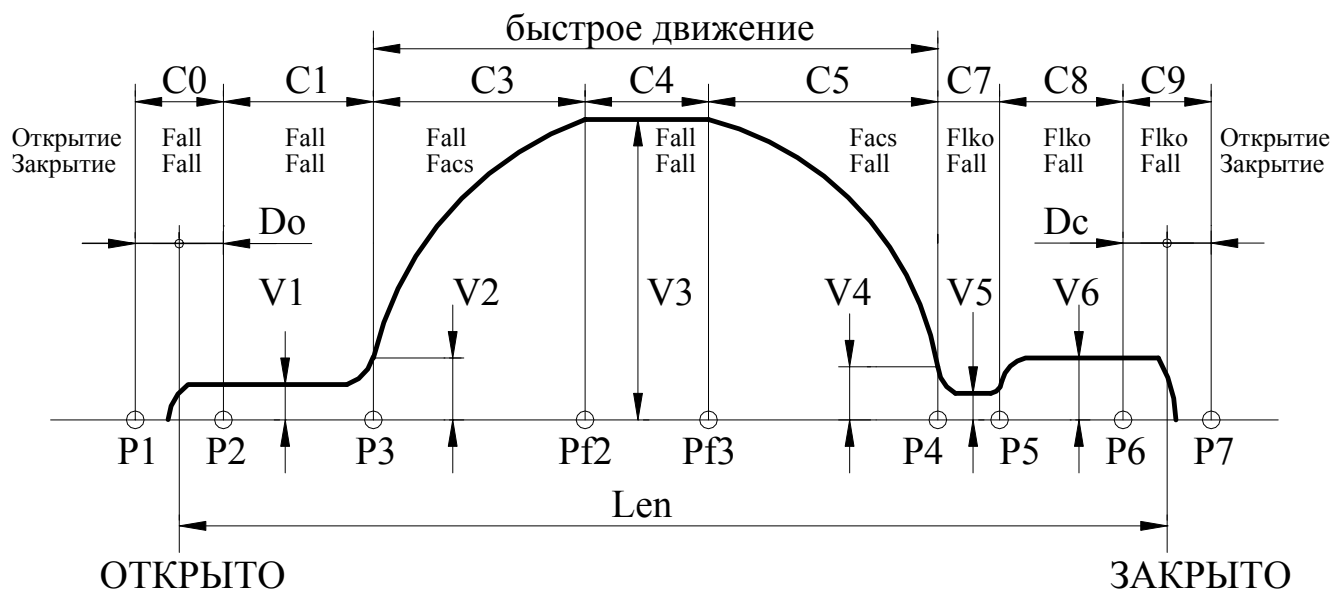

Рис.5. Траектория движения.
3.8.3.3. Для осуществления измерения проема нужно сначала подать команду КИП (1) или записать ноль в ячейку $Len=tP.21$. После этого необходимо подать команду ОД (1). При **полном открытии**, когда *Устройство* определило наличие упора в зоне С0 (см. **рис.5**), произойдет синхронизация *Устройства* на 0 и будет выдан сигнал ВКО (1), а также – сигнал ИП (1). После этого нужно подать команду ЗД (1). При получении упора при закрытии будет выдан сигнал ВКЗ (1) и снят сигнал ИП (0). *Устройство* сравнит полученное значение длины проема с минимальным и максимальным значением и, если оно будет находиться в допустимых пределах, произойдет запись полученного значения в память, в противном случае записи полученного значения в память не произойдет.
3.8.4.2. Если одновременно поданы команды ЗД (1) и ДК (1) и *Устройство* определило наличие упора в зоне С9 (см. **рис.5**), то для *Устройства* это является признаком **полного закрытия**, при этом *Устройство* синхронизируется на значении длины проема, ранее измеренного и записанного в память ($Len=tP.21$), и выдает сигналы ВКЗ (1) и ГОТ (1).
3.8.4.3. Если одновременно поданы команды ЗД (1) и ДК (1) и *Устройство* определило наличие упора **вне** зоны С9 (см. **рис.5**), то *Устройство* выдает сигнал РВМ (1) (механическое препятствие) и сигнал ГОТ не формируется ($ГОТ=0$).
3.8.6.1. В данный режим *Устройство* переходит при необходимости одностороннего или двухстороннего удержания положения. Одностороннее удержание положения реализуется в зоне открытия (**С0, рис.5**) с силой $F_{арр}$ или закрытия (**С9, рис.6**) с силой $F_{аррc}$, причем точка удержания в зоне открытия равна $X_{аррo}=D_{кеерo}-10$, а в зоне закрытия $X_{аррc}=L+10-D_{кеерc}$, где L – длина проема. Если $D_{кеерo}(D_{кеерc})$ меньше 10, то точка удержания уходит за пределы проема и, следовательно, двигатель будет оказывать постоянное давление в сторону открытия (закрытия). Двухстороннее удержание положения реализуется в произвольном промежуточном состоянии между упорами вне указанных выше зон с силой $F_{аррm}$, причем точка удержания запоминается после полного торможения.
3.8.7.4. *Устройство* отрабатывает траекторию движения, показанную на **рис.5**, справа налево.
3.8.8.4. *Устройство* отрабатывает траекторию движения, показанную на **рис.5**, слева направо.
- **E0L** – переезд зоны полного открытия (**C0, рис.5**) или полного закрытия (**C9, рис.5**). *Синхронизация* в этом случае выключается. Ошибка сбрасывается при смене кода направления вращения, но затем необходимо провести *синхронизацию* заново. При повторном неоднократном возникновении данной ошибки можно провести **измерение проема**, если затем эта ошибка все равно будет возникать, необходимо проверить механику привода.
3.9.1. Рис.5, на котором показана траектория движения, отслеживаемая Устройством, поясняет назначение многих параметров, рассмотренных ниже. На рис.5 отображено также распределение сил на участках траектории отдельно при открытии и при закрытии (при переходе в режим удержания устанавливается соответствующая сила удержания).
- 3.9.5.14. **Номер D** – C_vko (0-250, l=Ks мм) – дополнительное смещение точки **P2(рис.5)** для расширения диапазона удержания сигнала ВКО.
- 3.9.5.15. **Номер E** – C_vkz (0-250, l=Ks мм) – дополнительное смещение точки **P6(рис.5)** для расширения диапазона удержания сигнала ВКЗ.